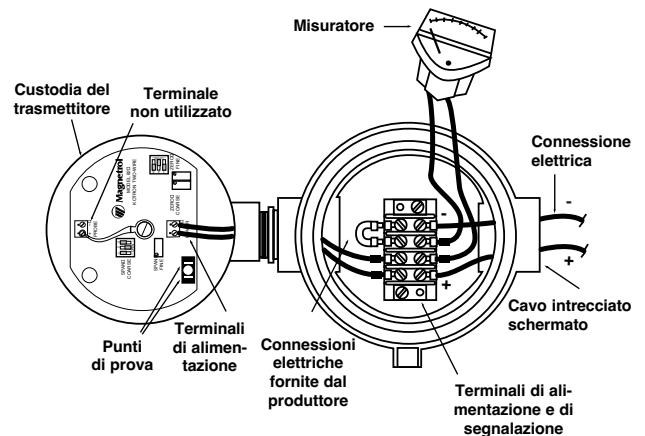

Figura 6
3. Collegare il cavo di alimentazione positivo al terminale (+), e il cavo di alimentazione negativo al terminale (-). Vedere **Figura 6**.
4. Far passare i cavi di alimentazione attraverso la connessione elettrica sulla custodia del misuratore. Collegare il cavo di alimentazione positivo al terminale (+) e il cavo di alimentazione negativo al terminale (-) sulla morsettiera sotto il misuratore. Vedere **Figura 6**.